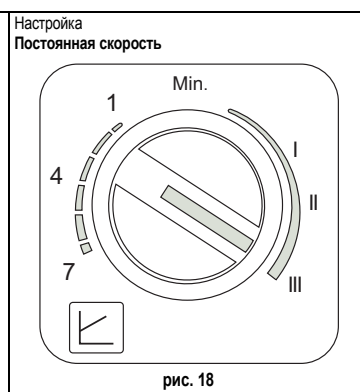

рис. 18
**- Настройка постоянной скорости (рис. 18)**